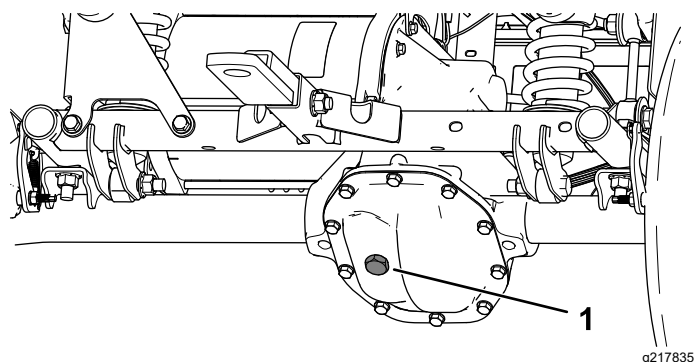

Figura 52
4. Scoateți bucul de umplere de pe transmisie (Figura 52).
4. Scoateți bușonul de umplere de pe transmisie și umpleți cu lichidul specificat până când acesta iese prin orificiul de umplere (Figura 52).
5. Dacă nivelul lichidului este scăzut, scoateți bușonul de umplere și adăugați lichidul specificat până când acesta iese prin orificiu (Figura 52).